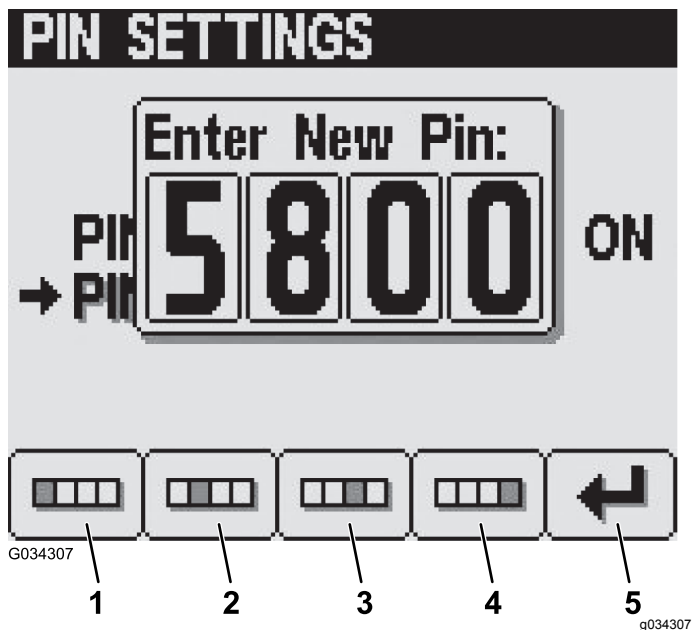

Figura 28
5. No ecrã de introdução do novo PIN, prima os botões 1 a 4 para introduzir o seu novo código PIN. Quando terminar a introdução do PIN, prima o botão 5 (Figura 28).